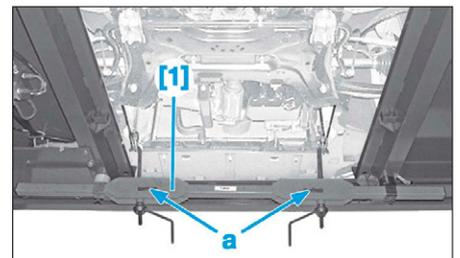

FIG. 6
- Mettre en place le compresseur de suspension [1] (Fig.6).